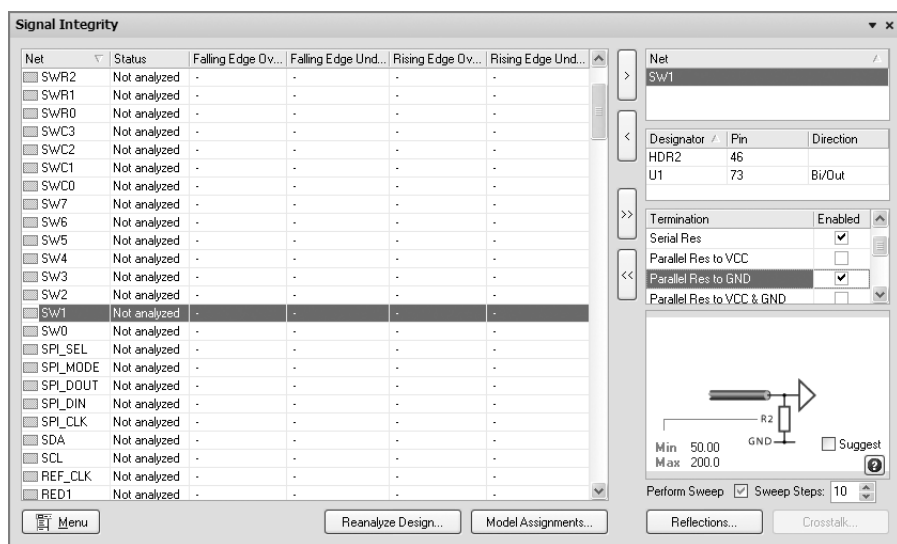

图 13-44 接地端并阻补偿分析
6) 在“Termination”（端接方式）栏中，选择“Parallel Res to GND”（接地端并阻补偿），如图 13-44 所示，然后单击“Reflections”（显示）按钮，显示波形结果如图 13-45 所示。其余补偿方式读者可自行练习。